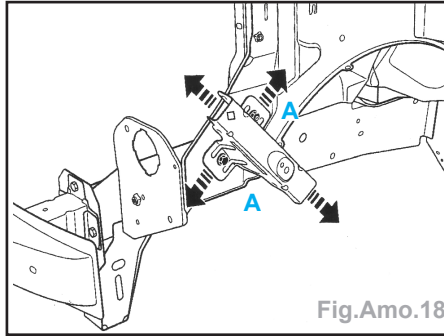

Fig.Amo.18
- Le réglage s'effectue par les vis (A) (Fig. Amo.18).